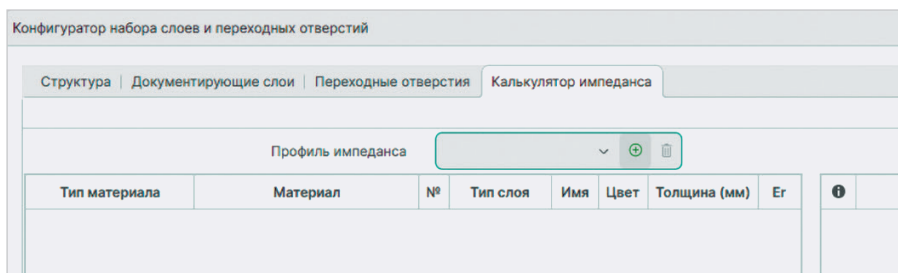

Рис. 3. Добавление профиля импеданса
2. Для контроля волнового сопротивления необходимо выбрать вкладку «Калькулятор импеданса» и добавить новый профиль импеданса, нажав на плюс в верхнем меню (рис. 3).